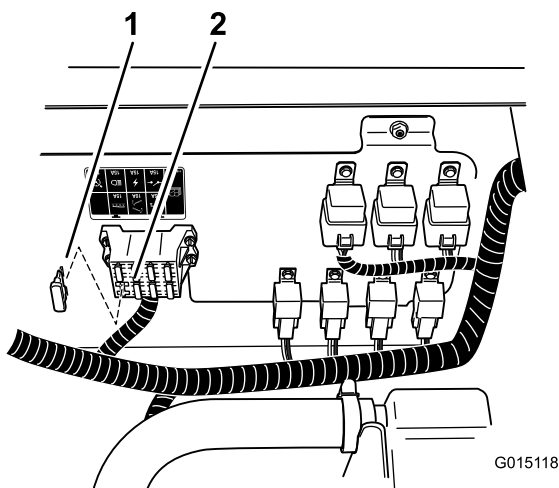

Figura 30
6. Instale um fusível de 10 Amp no bloco de fusíveis (Figura 30).